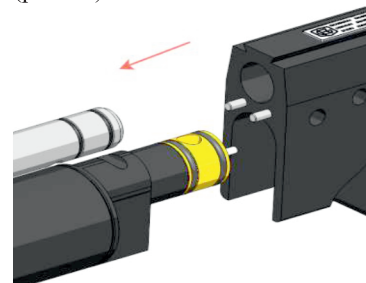

Рис.10
4) Извлеките из ствольной коробки ствол и резервуар в.д. (рис.10)